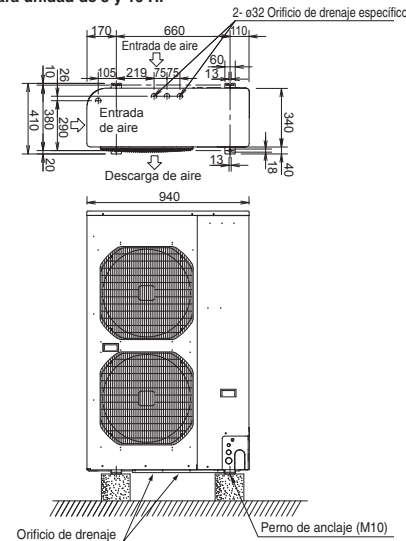

Fig. 4-1
- Consulte la Fig. 4-1 para las dimensiones de los pernos de anclaje.
- Para las dimensiones del orificio de drenaje, consulte la Fig 4-1.